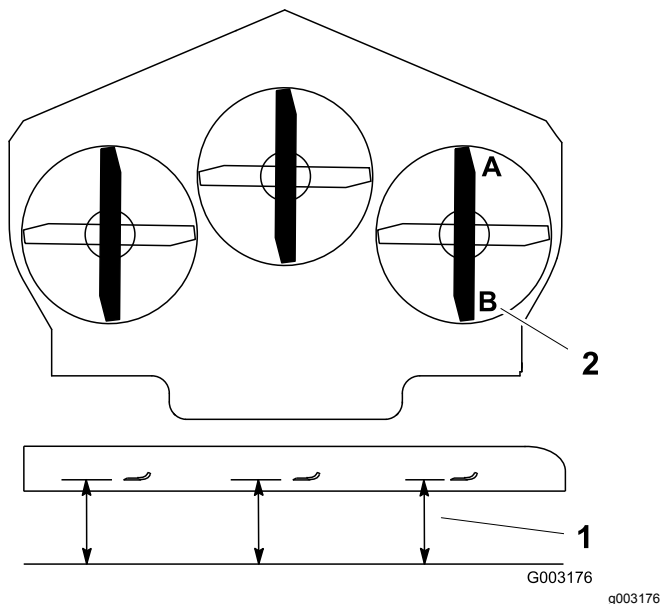

**Figura 75**
7. Si las medidas realizadas en las posiciones **B** o **C** no son correctas, afloje el perno que fija la cadena trasera al brazo de soporte trasero (Figura 75).
8. Afloje la contratuerca situada debajo del brazo de soporte trasero y ajuste el perno de ajuste hasta obtener una medida de 7,9 a 8,3 cm (Figura 75).
7. Afloje las contratuercas del pivote delantero, en la parte delantera de los pivotes derecho e izquierdo, unos 13 mm (Figura 75).
8. Ajuste las tuercas de elevación en el lado izquierdo y derecho de la máquina hasta obtener una distancia de 6 a 10 mm menos en la parte delantera en **A** que en la parte trasera, en **B** (Figura 75).